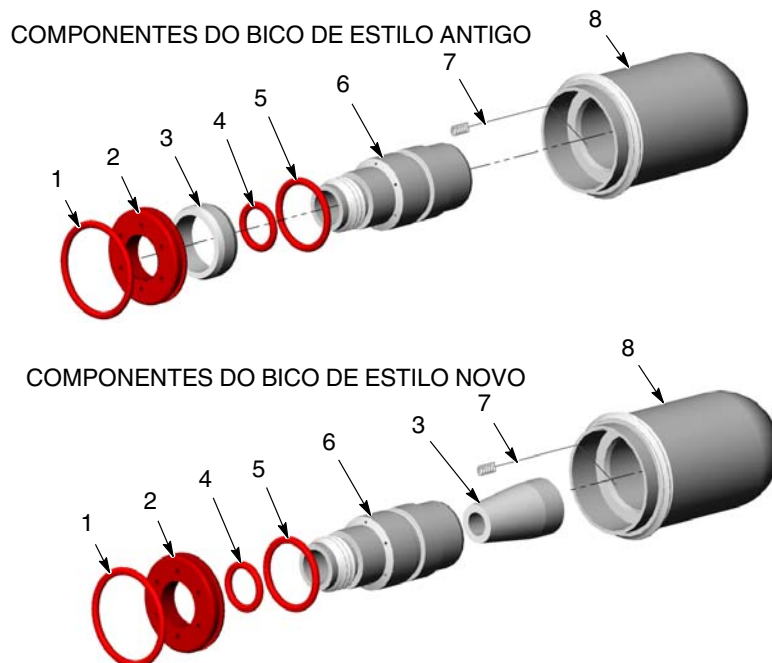

Figura 14 Componentes internos de conjuntos de bico
NOTA: Consulte a figura 14. Os bicos de estilo antigo têm um filtro (3) em forma de disco montado no exterior do encaixe (6) e fixo pelo eléctrodo anelar (2). Os bicos de estilo novo têm um filtro cónico que está montado dentro da extremidade dianteira do encaixe. O filtro e o encaixe de estilo antigo são obsoletos. Se estiver a substituir o filtro num bico de estilo antigo, também tem de encomendar um encaixe novo. Os filtros novos estão disponíveis em grupos de 10 unidades.